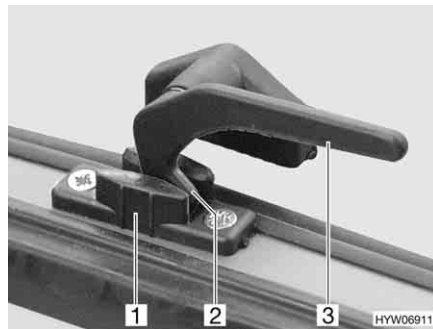

Fig. 77 Palanca de bloqueo en la posición de "ventilación continua"
- En la posición "ventilación continua" (Fig. 77)
- Girar la palanca de bloqueo (Fig. 77,3) un cuarto de vuelta hacia la mitad de la ventana.
- Girar de nuevo hacia atrás la palanca de bloqueo. El saliente de bloqueo (Fig. 77,2) se ha de introducir para ello en el rebaje del bloqueo de la ventana (Fig. 77,1).